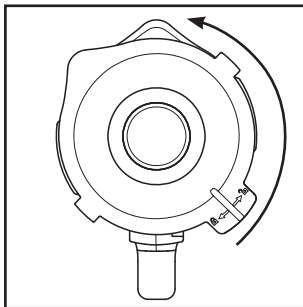
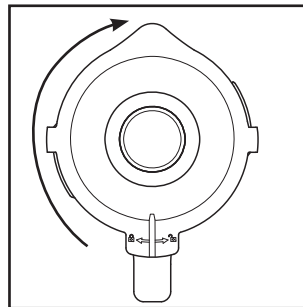

Fig. 1
Fig. 2
- 1) Retire el vaso ❸ del bloque motor ❹ en posición recta hacia arriba.
- 2) Retire la tapa ❷; para ello, gírela en sentido antihorario hacia la posición  (consulte la fig. 1) hasta que pueda extraerse hacia arriba.
- 3) Llene el vaso ❸. Para ello, no supere nunca la marca MAX.
- 4) Vuelva a presionar firmemente la tapa ❷ sobre el vaso ❸ en su posición desplazada. Para cerrar la tapa ❷, gírela en sentido horario hacia la posición  hasta que encastre audiblemente (consulte la fig. 2). Asegúrese de que la boca del vaso ❸ quede cerrada. Solo podrá activarse el motor si la tapa ❷ está bien colocada.